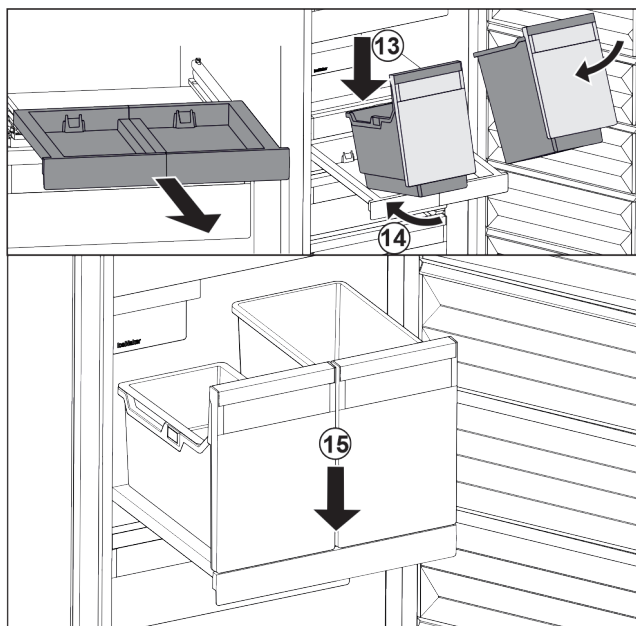

Fig. 29
- ▶ Așezați recipientele oblic pe raftul extractibil. Fig. 29 (13)
- ▶ Inserați recipientul oblic spre partea posterioară. Fig. 29 (14)
- ▶ Depuneți recipientul în față. Fig. 29 (15)